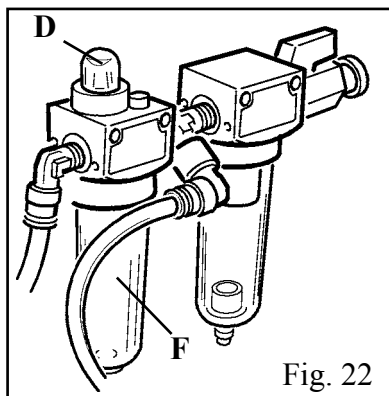

Fig. 22
- Controllare il livello olio nella tazza del lubrificatore. Eventualmente rabboccare svitando la tazza F. Utilizzare solamente olio per impianti pneumatici di classe **ISO HG** con viscosità **ISO VG 32** come ad esempio: ESSO Febis K32; MOBIL Vacouline Oil 1405; KLUBER Airpress 32). (fig. 22)
- Controllare che ogni 3 - 4 pressioni sul pedale U cada una goccia di olio nella tazza F. In caso contrario regolare l'apposita vite D (fig. 22)
-Check the oil level in the lubricator tank. If necessary, fill up by unscrewing the reservoir F. Only use ISO VG viscosity ISOHG class oil for compressed air circuit (such as ESSO Febis K32; Mobil Vacouline Oil 1045; KLUBER Airpress 32).(Fig. 22)
-Check that a drop of oil is injected into the reservoir F every 3-4 times the pedal U is pressed down. If not, regulate using the screw D (Fig. 22).
Rajouter en utilisant de l'huile pour installation pneumatiques de classe ISO HG à viscosité ISO VG 32 (par exemple: ESSO Febis K32; Mobil Vacouline Oil 1405; Kluber Airpress 32) Fig. 22
•qu'une goutte d'huile tombe dans le réservoir F toutes les 3-4 manoeuvres de la pédale U. Si nécessaire, régler par la vis D (fig. 22).
-Ölstand im Schmiergefäß überprüfen. Erforderlichenfalls, Gefäß F abschrauben und mit neuem Öl auffüllen, dessen Qualität folgender Daten entsprechen soll: Klasse ISO HG, Viskosität ISO VG 32. Einige Beispiele: ESSO Febis K32; MOBIL Vacouline Oil 1405; KLUBER Airpress 32. (Abb. 22).
-Überprüfen, ob nach jeweils 3 - 4 Pedaldrücken (U) ein Tropfen Öl ins Gefäß F fällt. Ist dies nicht der Fall, Schraube D regulieren (Abb. 22).